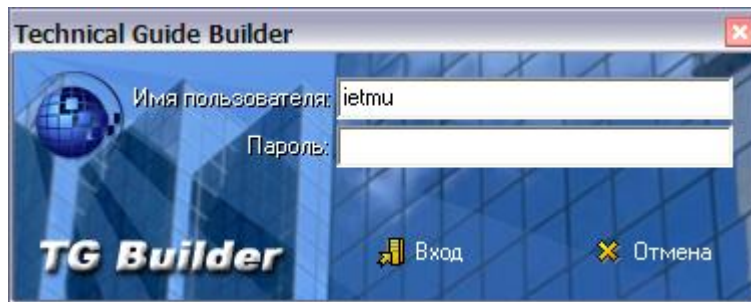

Рис. 7
1. Откройте папку и запустите файл TGBrowser.exe. После этого откроется окно входа в систему (Рис. 7).